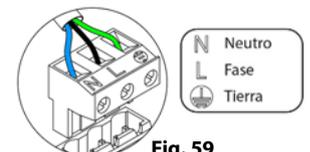

Fig. 59
La conexión de alimentación eléctrica al módulo se realiza mediante una borna de 3 pines (4). Fije los cables con los tornillos de la borna respetando la polaridad de la misma (Fig. 59).